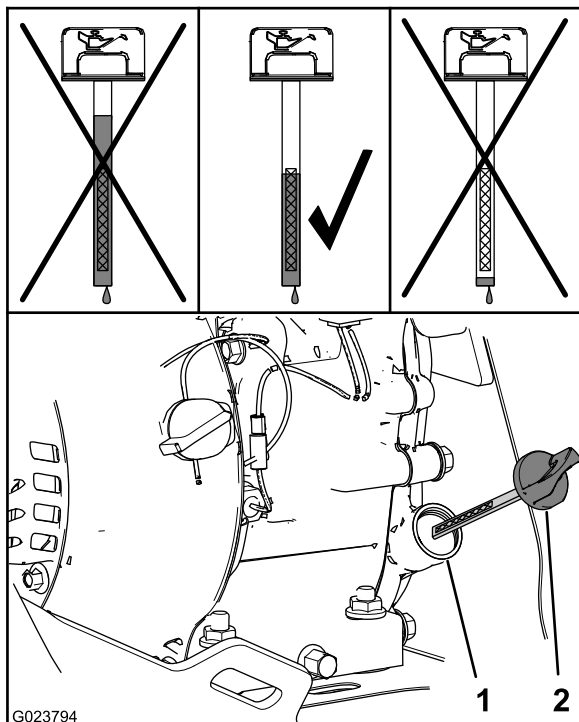

Figura 25
2. Rimuovete l'asta e controllate il livello dell'olio (Figura 25).
Nota: Il livello dell'olio deve essere nella parte superiore dell'indicatore sull'asta di livello (Figura 25).
- A. Versate l'olio specificato nel collo del bocchettone (Figura 25).